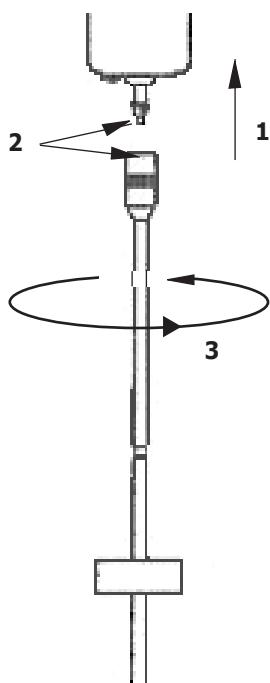

Fig 6.3.2.
d) Manteniendo el eje hacia arriba, encajar la rosca y girar en sentido «antihorario». (Ver fig 6.3.2)